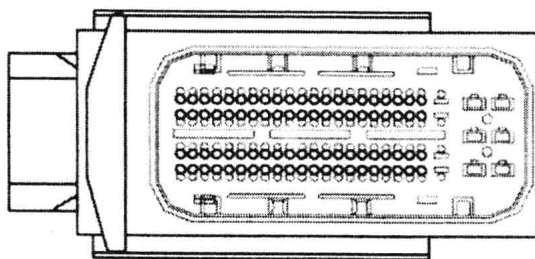

图 1-1-11 发动机控制模块（ECM）K 连接器端子图
2. 发动机控制模块（ECM）K 连接器端子图（图 1-1-11）及端子功能表（表 1-1-2）